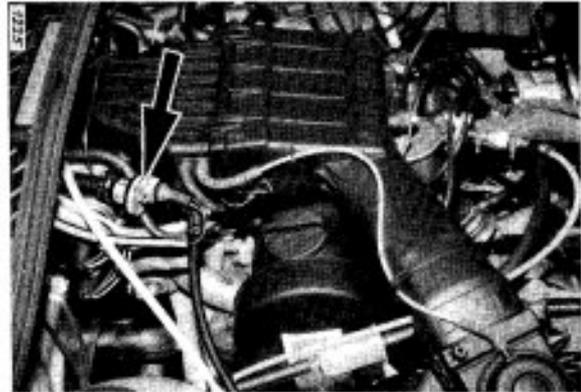

Bild 8
- Ventil (Pfeil, Bild 8) muß ständig klicken.